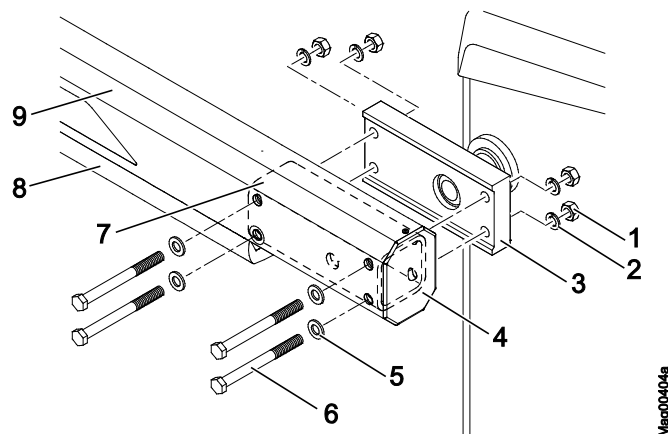

Abb. 30: Schrankenbaum montieren
- 6. Vierkantring gemäß Abbildung "Abb. 30" auf der Flanschseite in den Schrankenbaum schieben.